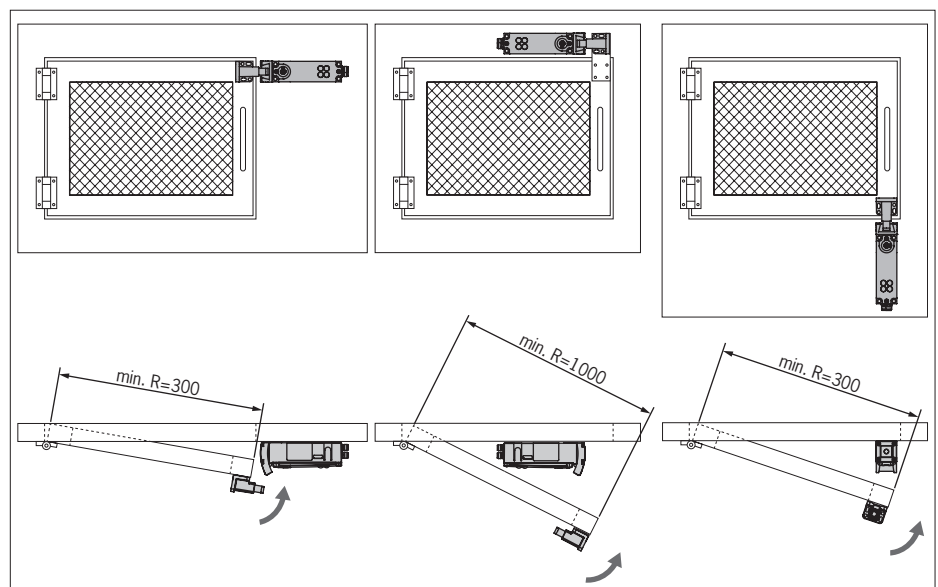

Fig. 10: Raggi del riparo e area di avvicinamento
- Osservare i raggi minimi del riparo (vedere Fig. 10).